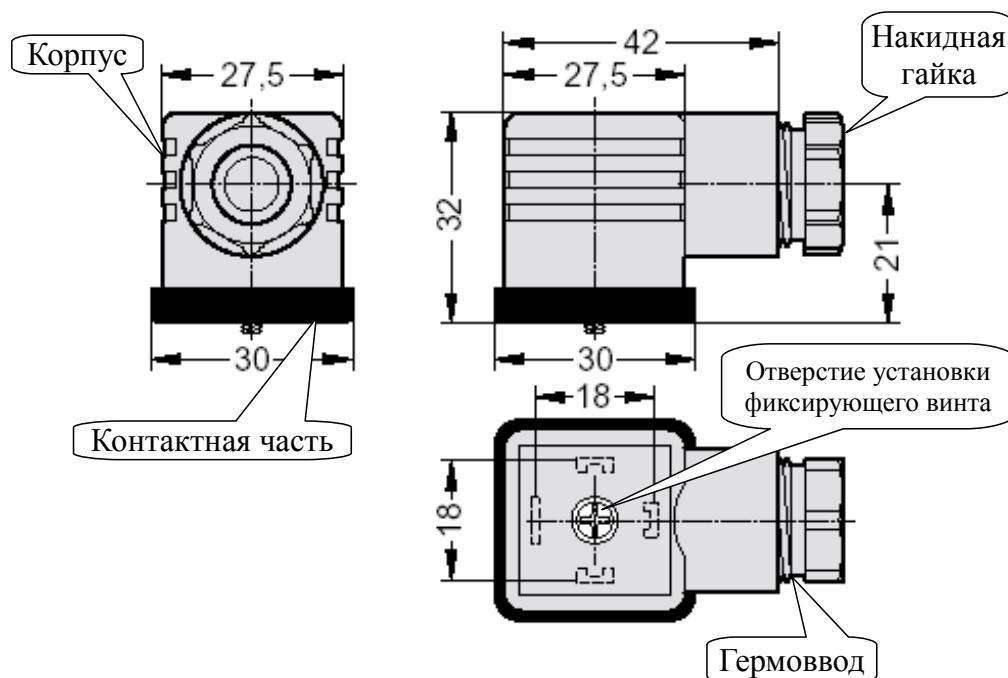
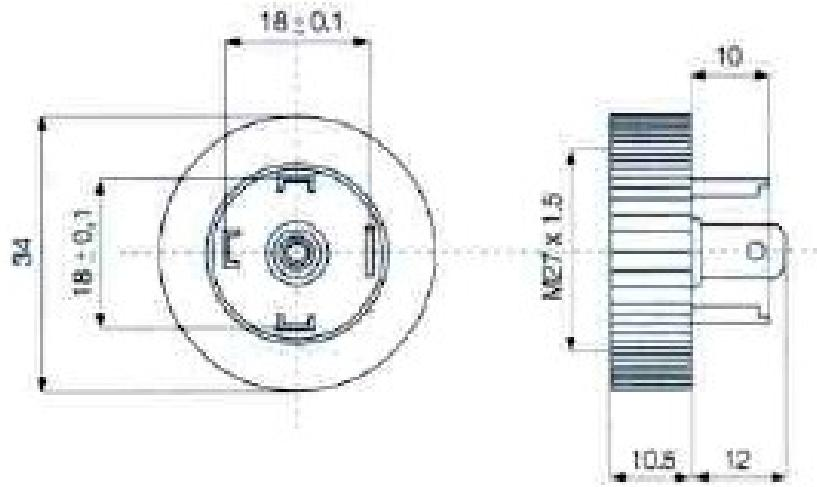

Рисунок 3 - Герморазъём DIN 43650, форма А
Рисунок 4 - База для герморазъёма DIN 43650, форма А круглая
- Отвернуть и вынуть фиксирующий винт герморазъёма (**Рисунок 3**). Снять герморазъём с базы (**Рисунок 4**) и выдвинуть его контактную часть, толкая хвостовик в отверстии установки фиксирующего винта.